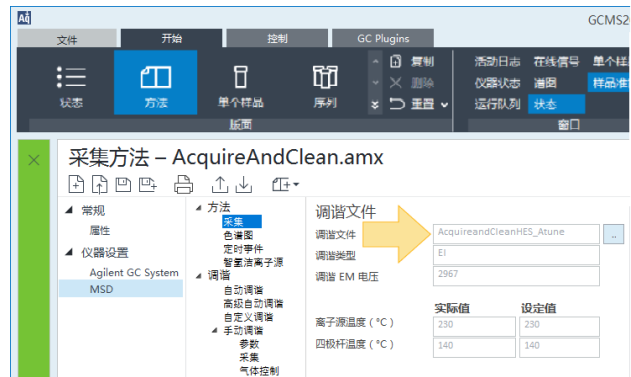

图 21 载入调谐文件
- a 选择 **MSD > 方法 > 采集**，单击**加载调谐文件** 然后选择您为该流程创建的调谐文件。（本例为 **AcquireandCleanHES_Atune**。）（请参阅图 20 和图 21）。